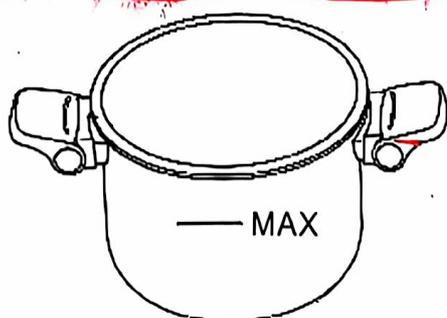
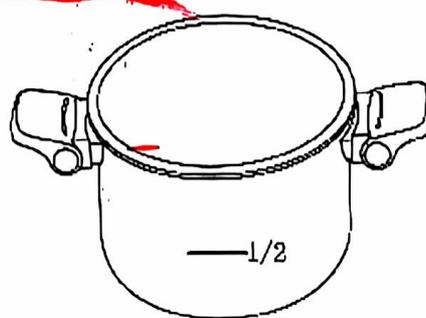

图2
图3
9. 锅中烹物不能超过容积的最大限度（如图2），烹饪像大米或脱水蔬菜这类膨胀食物时，不能超过锅体容积的1/2（如图3）。